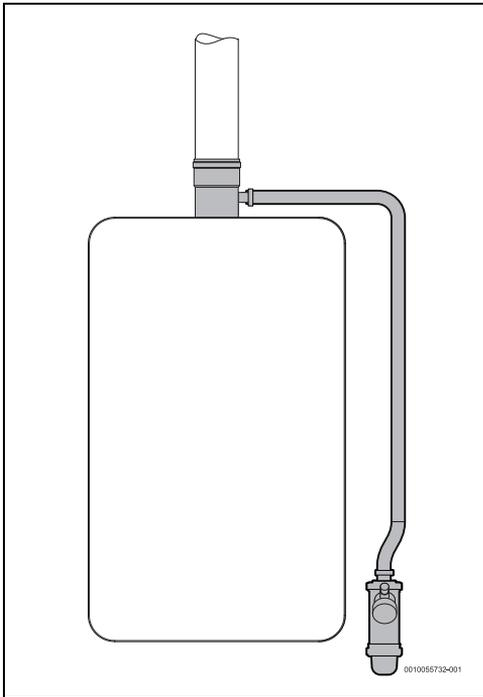

Fig. 16 Recolha de condensados (conduta vertical)
- a conduta seja vertical (Fig. 16), ou